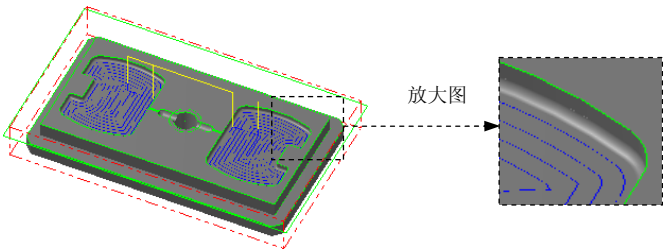

图 20.46 刀具路径
(1) 在“曲面精加工环绕等距”对话框中单击 **环绕等距精加工参数** 选项卡，在 **大切削间距 (M)** 文本框中输入值 2，选中 ☒ 由内而外环切、☒ 切削顺序依照最短距离 复选框。
(2) 取消选中 **设定深度 (D)...** 按钮前的复选框，单击 **间隙设置 (G)...** 按钮，系统弹出“刀具路径的间隙设定”对话框，选中 ☒ 切削顺序最佳化 复选框，其他参数设置保持系统默认设置。单击 ☒ 按钮，系统返回至“曲面精加工交线清角”对话框中。
Step6. 完成参数设置。单击“曲面精加工环绕等距”对话框中的 ☒ 按钮，系统在图形区生成图 20.46 所示的刀具路径。